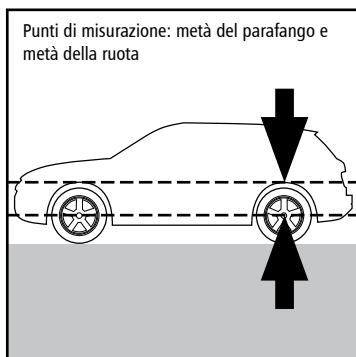

Figura 1, veicolo a riposo
2. Misurare a riposo la distanza fra la metà della ruota marcata e la metà del parafrangente (figura 1) e annotare quindi il valore (lo spazio per gli appunti si trova alla pagina 23).